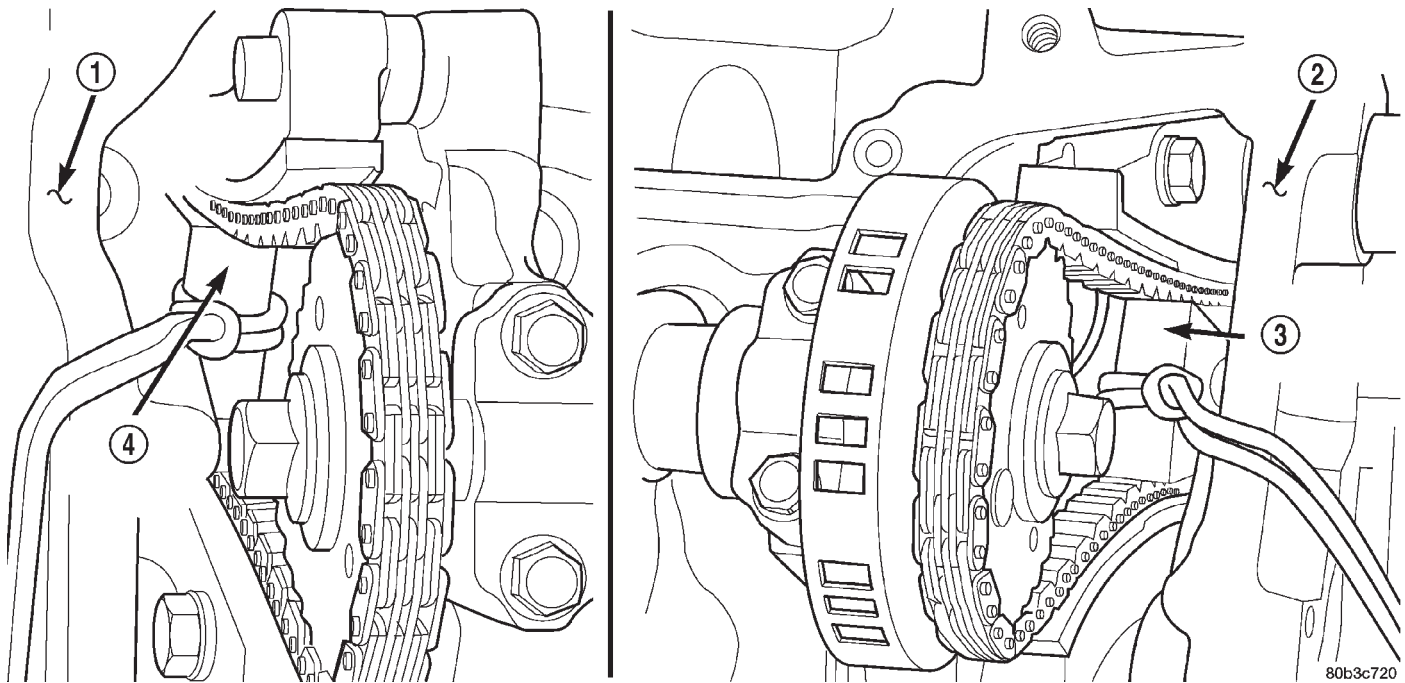

Abb. 86 Spannvorrichtungen der Steuerkette mit Hilfe des Kettenkeils sichern
(5) Spezialwerkzeug 8350 zwischen den Kettensträngen ansetzen und fest eintreiben, damit die Steuerkette sicher gegen den Spannhebel und die Kettenführung verkeilt wird (Abb. 86).
- (8) Überflüssiges Öl von der Schraube entfernen, dann die Befestigungsschraube des Nockenwellenrads eindrehen und handfest festziehen.
- (9) Spezialwerkzeug 8350 (Steuerkettenkeil) abnehmen (Abb. 86).